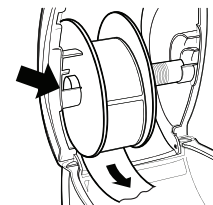

Рисунок 3
- 6 Вставьте катушку в паз на крышке принтера, немного раскрутив рулон снизу. См. Рисунок 3.